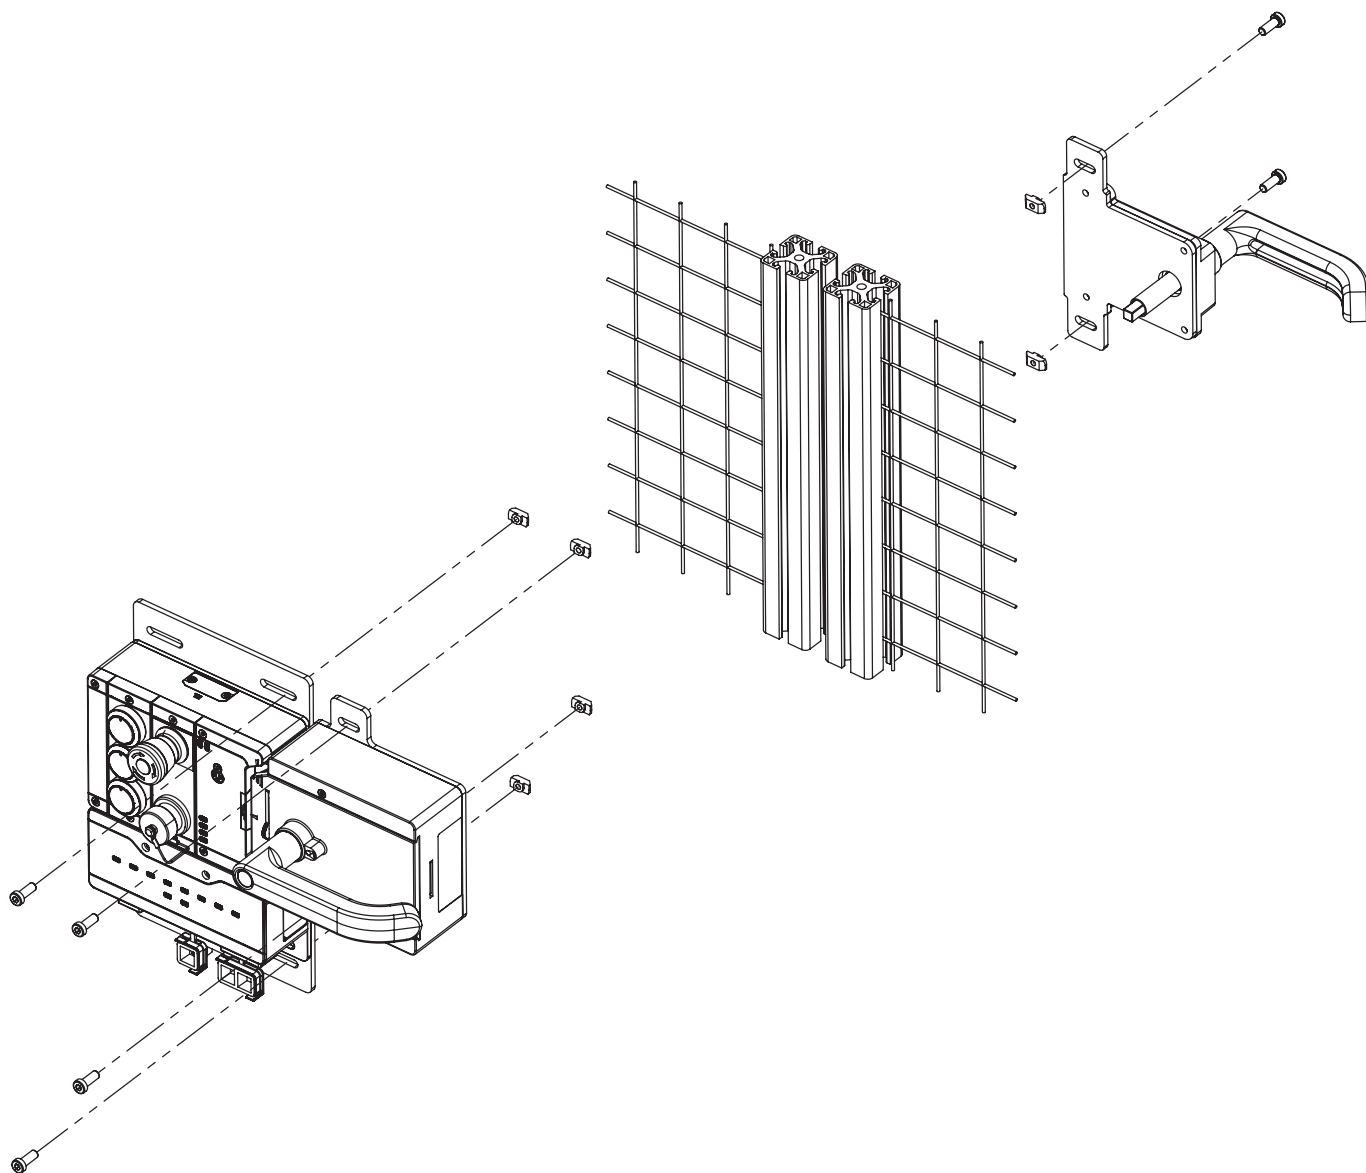
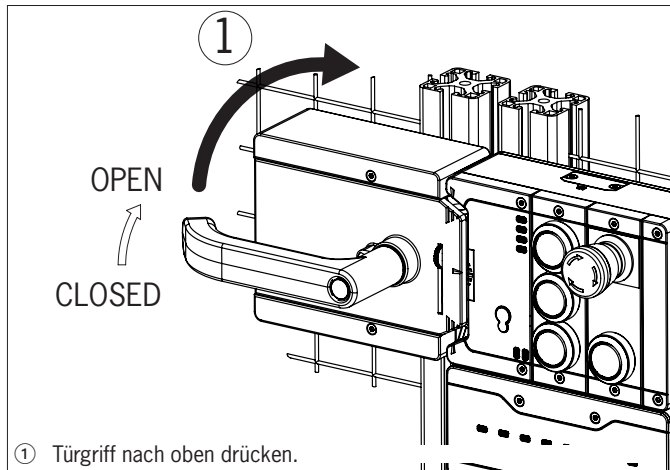
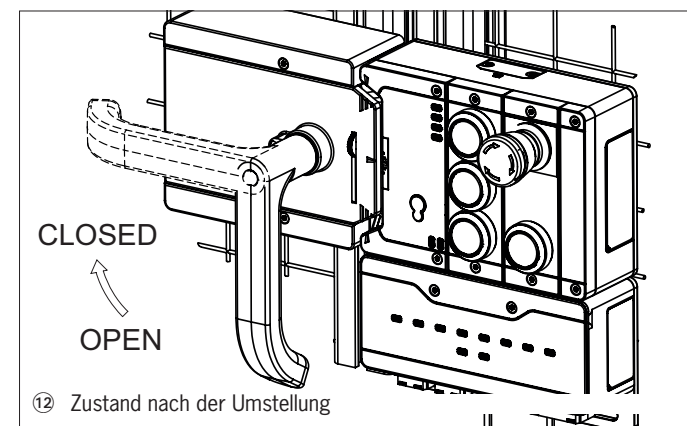

Bild 8: Montagebeispiel für rechts angeschlagene Tür (Übersichtsdarstellung)
Bild 10: Betätigungsrichtung umstellen, Schritt ①
Bild 15: Betätigungsrichtung umstellen, Endzustand
- › Achten Sie bei der Montage auf die korrekte Ausrichtung. Verwenden Sie die Ausrichthilfen am Gehäuse des Zuhaltmoduls und am Gehäuse des Griffmoduls (siehe *Bild 8*).
Montageschritte siehe *Bild 8* und *Bild 10* bis *Bild 15*.
- › Für links angeschlagene Türen wird das System umgedreht montiert. D.h. die Schutzeinrichtung öffnet, indem man den Türgriff nach oben drückt (siehe *Bild 10*). Daher muss die Betätigungsrichtung des Türgriffs umgestellt werden (siehe *Bild 10* bis *Bild 15*).